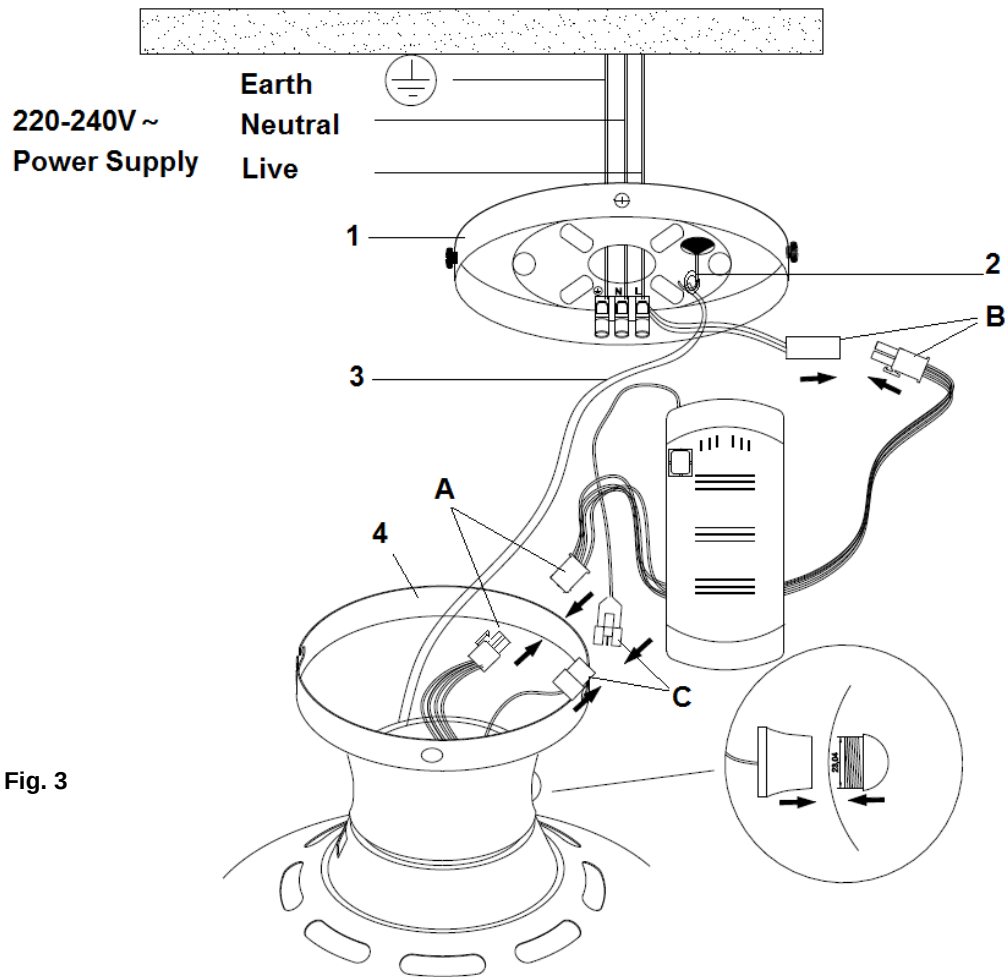

Fig. 3
APPENDERE IL VENTILATORE (Fig. 3)
1. Sollevare il blocco ventilatore con il copri staffa (5) fino a raggiungere la staffa di montaggio (2).
2. Appendere il ventilatore assicurando il cavo di acciaio (4) al fermo della staffa di montaggio (3). Fig. 3
4. Collegare i cavi di alimentazione ai cavi di input del ricevitore del telecomando tramite i connettori rapidi a quattro porte (1); collegare i cavi output del ricevitore del telecomando ai cavi del motore tramite i connettori rapidi a quattro porte (2).
PREPARAZIONE E COMPLETAMENTO DELLE LINEE ELETTRICHE --- SCHEMA ELETTRICO (FIG. 3)